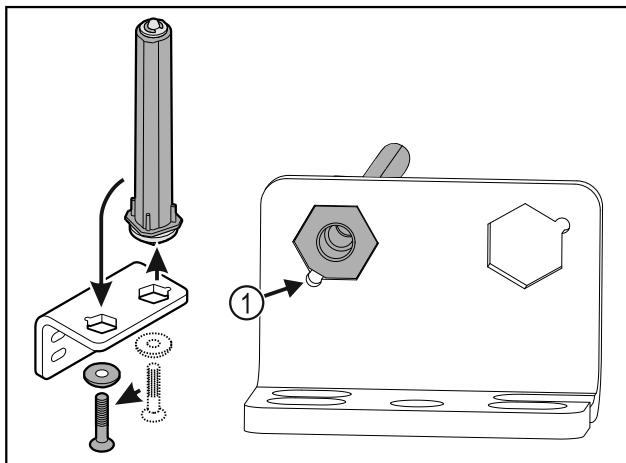

Fig. 37
- ▶ Звертати увагу на те, щоб при вставці нахил пальця Fig. 37 (1) показував на круглий отвір.